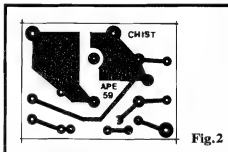

Fig. 2
- **FIG. 2 - LAY OUT DO CIRCUITO IMPRESSO ESPECÍFICO** - Super-simples, como o próprio circuito, o padrão cobreado de ilhas e pistas do Impresso (em tamanho natural, na figura...) pode ser facilmente copiado e realizado, pelas técnicas convencionais de confecção... Observar apenas a necessidade de algumas trilhas mais avantajadas, pelas quais circulará considerável Corrente durante o funcionamento do sistema... No mais, é conferir bem a plaquinha ao final da confecção, já que - conforme foi dito - os níveis de Potência são "fortes" em alguns setores, e qualquer pequeno "curto" poderá fazer a "fumaça subir" ... Observar ainda a disposição geral das ilhas correspondentes à utilização **específica** do relê indicada na LISTA DE PEÇAS, modelo G1RC2 ("Metaltext")... Se qualquer outro relê, eletricamente equivalente, mas de pinagem diversa, for utilizado, será necessária alguma modificação no **lay out**, adaptação que fica por conta do Leitor/Hobbysta...